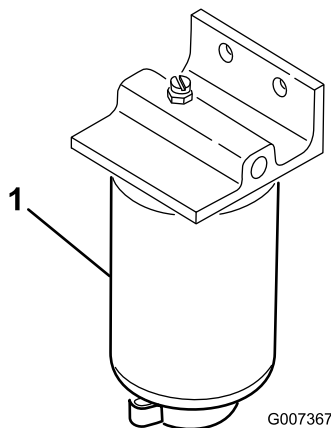

Figura 63
1. Mettete un contenitore pulito sotto la scatola del filtro del carburante (Figura 63).